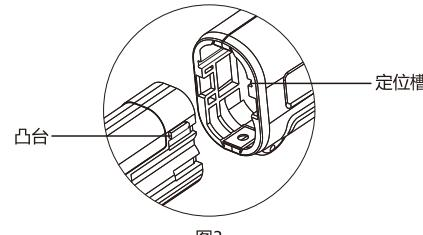

图3
- (3) 充电器接通电源。充电指示灯亮起黄灯并闪烁时，表示充电进行中；充电指示灯转为黄灯常亮时，表示充电完成；
- (4) 充电完成取下电池包安装到机身上。电池包凸台与机身定位槽对齐卡入到位。（图3）